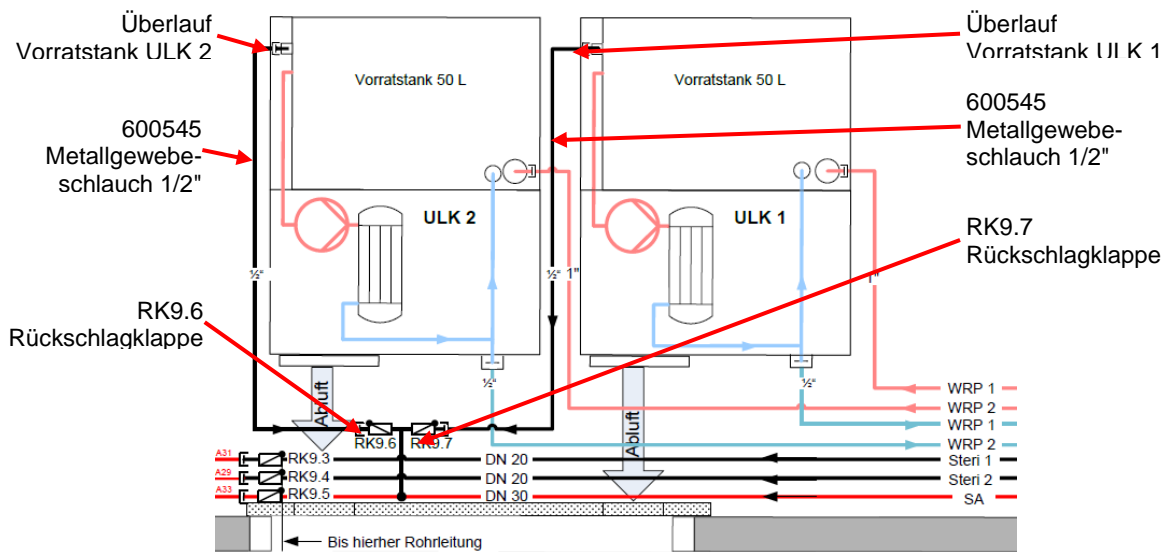

Abb. 4: Anschluss Überlauf ULK
- ◆ Schließen Sie den Metallgewebeschauch an (Abb. 4:), für:
- ◆ Schließen Sie das andere Ende der Schlauchleitung für den Überlauf (Art.-Nr. 600545) an den Überlauf des Vorratstanks (Abb. 4:) an.